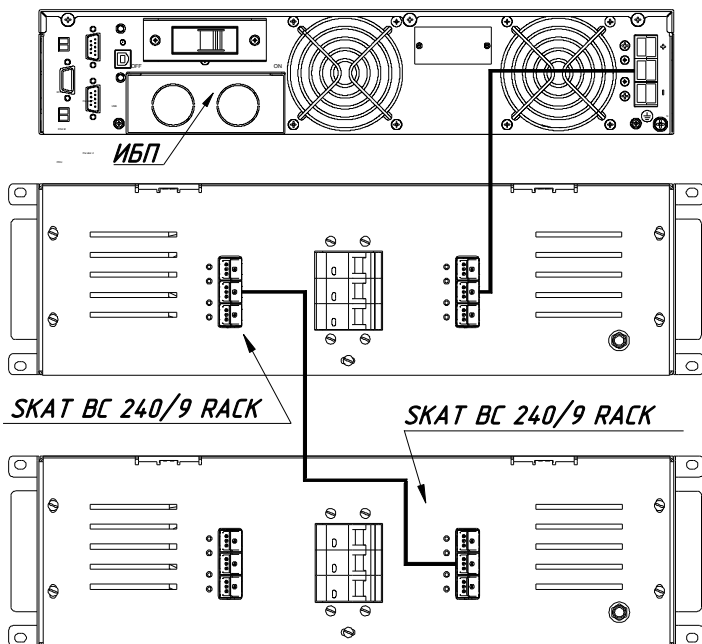

Рисунок 5 — Подключение ИБП и дополнительного батарейного блока
- соедините кабелем (входит в комплект поставки) разъем изделия с маркировкой «ИБП» с разъемом для подключения аккумуляторной батареи источника бесперебойного питания (см. рисунок 5);
- при необходимости подключить более одного батарейного блока, каждый последующий батарейный блок подключается к предыдущему по схеме подключения первого блока к ИБП. Подключение каждого дополнительного батарейного блока осуществляется кабелем, входящим в его комплект поставки (см. рисунок 5);